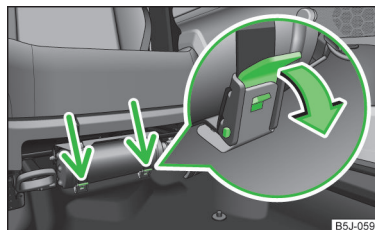

Fig. 146
- Allentare entrambe le cinghie tirando in direzione della freccia sui rispettivi dispositivi di sicurezza » fig. 146.